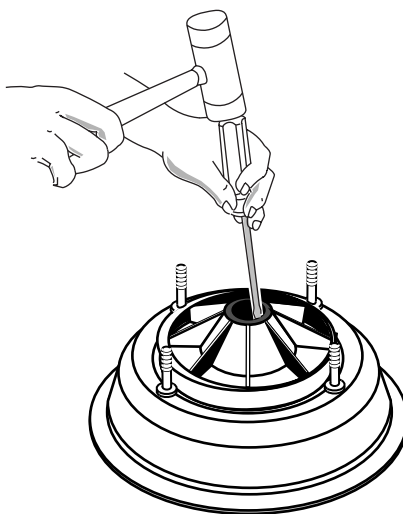

Figure 9
- Poser le corps de la pompe sur une surface plane en l'orientant vers le bas et taper sur la moitié fixe du joint pour la chasser (voir la Figure 9).